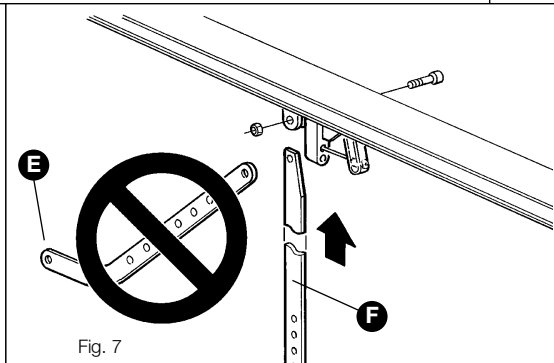

Fig. 7
5. Enlever le bras courbe qui équipe le chariot sur le rail de l'opérateur **[E]** et installer à sa place le bras droit **[F]** de GA1, comme l'indique la Fig. 7.
5. Den mit dem Wagen gelieferten gebogenen Arm an der Führung des Toröffners **[E]** entfernen und an seiner Stelle den geraden Arm **[F]** von GA1 montieren, wie auf Abb. 7 gezeigt.
5. Desmantele el brazo curvo premontado en el carro sobre la guía del motorreductor **[E]** e instale en su lugar el brazo recto **[F]** de GA1, tal como indica la Fig. 7.
5. Verwijder de gebogen arm **[E]** die met de wagen op de rail van de deuropener meegeleverd is en monteer op de plaats daarvan de rechte arm **[F]** van GA1, zoals dat op afb. 7 te zien is.